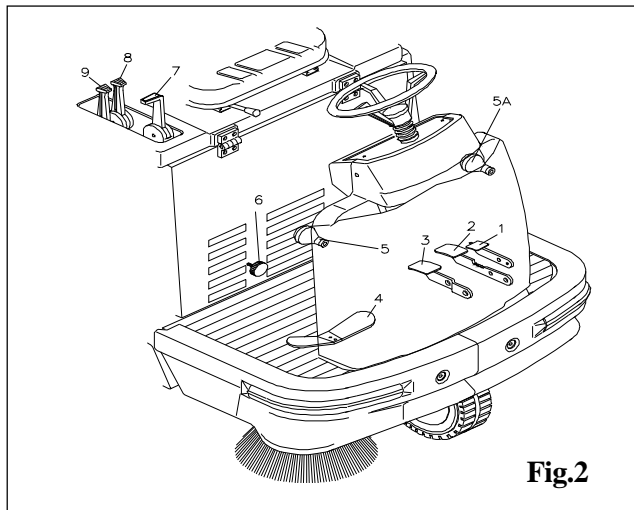
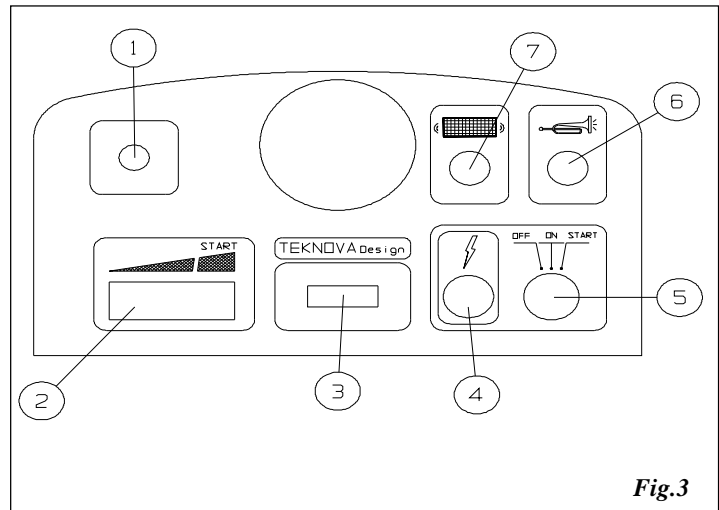

Fig.2
Fig.3
1 : Mettez le levier lève-brosse **5 Fig.2** sur **OFF**.
- Portez le levier de l'accélérateur **2 Fig.3** sur la position de **START**.
- Tirez le levier du starter **1 Fig.3**
- Portez le levier de l'embrayage **9 Fig. 2** dans la position 1 -**START POSITION** et tenez-la en cette position pendant que on va actionner l'interrupteur à clé **5 Fig.3**. Portez l'interrupteur de contact dans la position de **START** et tenez-le comme-ça jusqu'à le m o t e u r va démarrer.
Dès que le moteur à démarré, laissez le levier d'embrayage **9 Fig.2**.
En actionnant le pedal de selection du sens de la marche **4 Fig.2**.
Baisser la brosse centrale en mettant le levier **7 Fig.2** en position de **ON**.
Baisser si nécessaire la brosse latérale, (où les deux brosses latérales dans la version à double brosse) en agissant sur les leviers de commande **5 - 5A Fig.2**
Dans le cas où les brosses soulevaient de la poussière pendant le travail, il est recommandable l'allumage de l'aspiration avec le levier **8 Fig.2**.
Si on devait ramasser des ordures volumineuses et légères agissez sur le pedal léve-flap **3 Fig.2** seulement pour le temps nécessaire pour effectuer cette operation.
Pour arrêter la machine, amener le levier **2 Fig. 3** en position de minimum et tourner la clé **5 Fig. 3** sur **OFF**. On conseille de travailler le moteur étant au nombre de tours maximum.
Appuyez le bouton **7 Fig. 3** et tenez-le appuyé pour quelques secondes. Répétez l'opération **4 ou 5 fois**.
Avant d'effectuer n'importe quel travail sur la machine, assurez-vous que la même soit éteinte et que toutes ses fonctions soient désactivées, pour obtenir ça placez l'interrupteur à clé **5 Fig.3** en position de **OFF**.